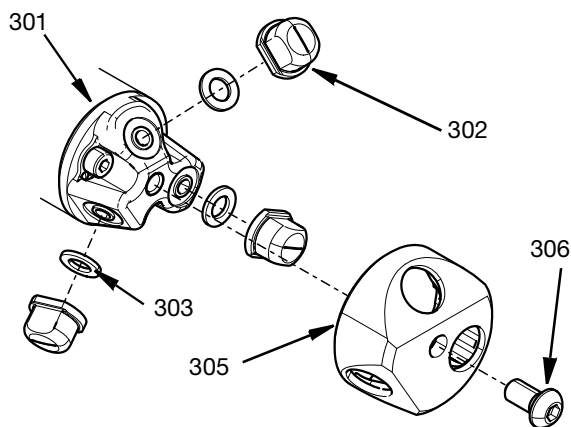

FIG. 4
1. Colocar três juntas de bicos (303) no encaixe correspondente da cabeça do bico (301).
2. Os bicos (302) devem ser inseridos na tampa do bico (305), certificando-se de que o bico está encaixado na tampa do bico.
3. A tampa do bico com os bicos inseridos, deve ser fixada firmemente à cabeça do bico (301) usando o parafuso sextavado M6 (306) no centro da tampa. Apertar para 29,2 pol-lbs (3,3 N•m). Consulte a FIG. 4.